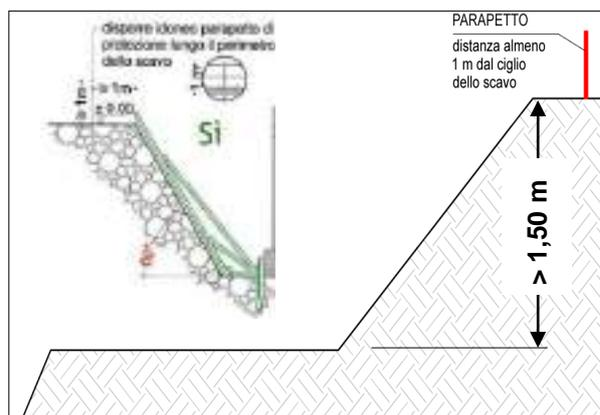

Figura 3
- In caso di scavo h> 1,50 m delimitare gli scavi con parapetto normale distante almeno 1 m dal ciglio dello scavo (Figura 3);